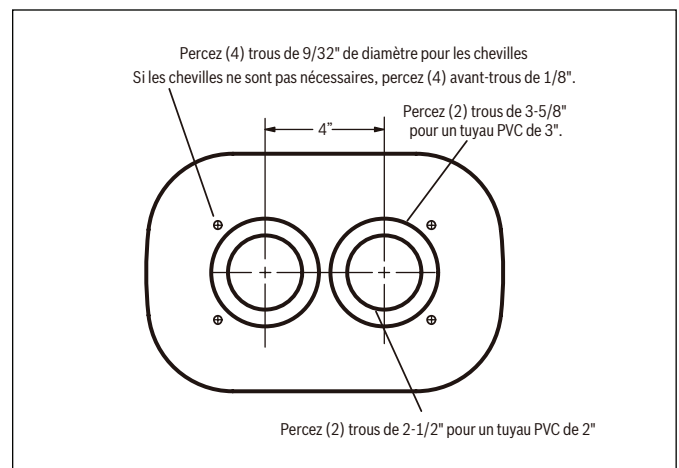
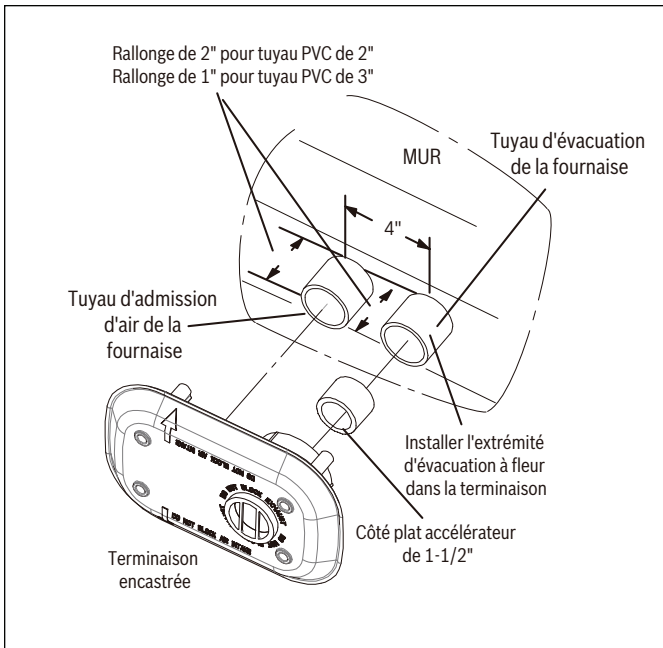
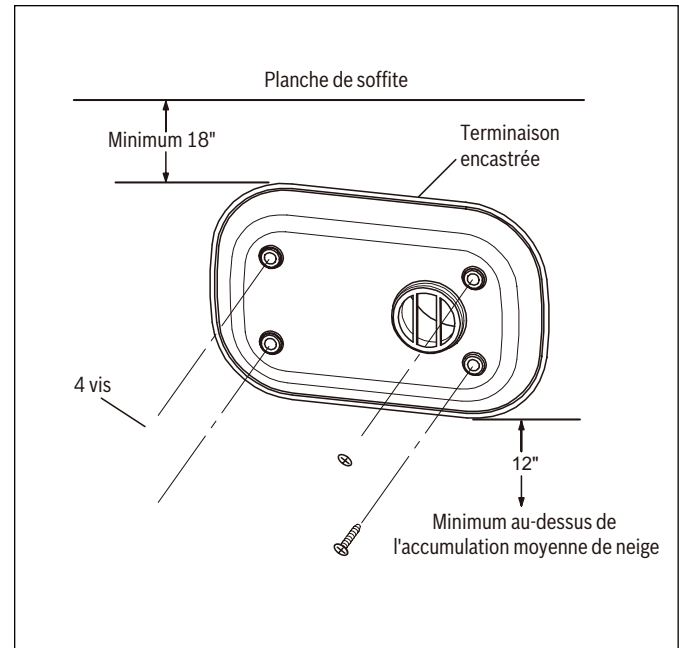
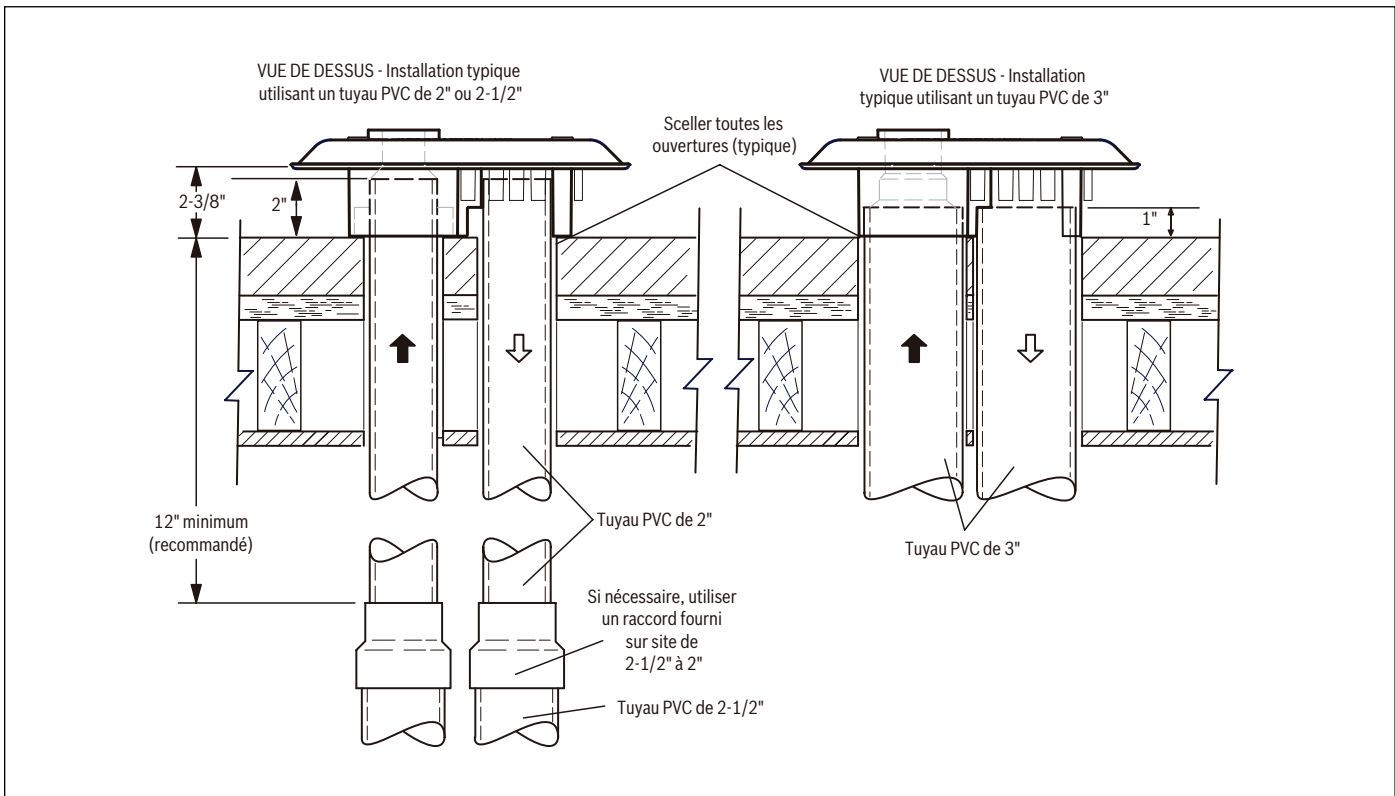

Figure 37 Modèle de montage
Figure 38
Figure 40
Figure 39 Installation typique
- En utilisant le gabarit comme guide, percez deux trous de 3-5/8 po pour un tuyau en PVC de 3 po ou deux trous de 2-1/2 po pour un tuyau en PVC de 2 po et un tuyau en PVC de 2-1/2 po. Pour les installations en PVC de 2-1/2 po, passez au PVC de 2 po et installez-le dans un montage encastré comme indiqué sur la Fig.39. Ne pas varier du modèle. Toutes les dimensions sont critiques. Il doit y avoir une ligne centrale de 4 po pour un tuyau de 3 po ou un tuyau de 2 po. Voir Fig.37.
- Lorsque vous déterminez la longueur du tuyau, incluez la longueur des tuyaux d'échappement et d'admission qui s'étendent au-delà de la paroi et sont affleurants dans la terminaison encastrée. Pour un tuyau de 3 po, ajoutez un pouce supplémentaire à la longueur totale. Pour un tuyau de 2 po, ajoutez 2 po supplémentaires à la longueur totale. Voir Fig. 38.
- L'accélérateur de 1-1/2 po doit être utilisé pour toutes les installations d'unités. Insérez complètement et collez l'accélérateur (côté plat en premier) dans l'ouverture d'échappement de 2 po. Voir Fig.38.
- Installez le tuyau d'admission et le tuyau d'échappement à travers les trous percés à l'étape 4 et dans la terminaison de montage encastré. Le tuyau d'échappement peut être collé mais ce n'est pas nécessaire. Voir Fig.38. Scellez toutes les ouvertures comme indiqué sur la Fig.39.
- Fixez la terminaison encastrée au mur à l'aide des vis et des ancrages fournis ou des vis fournies sur le terrain, le cas échéant. Voir Fig.40. La terminaison doit être alignée contre le mur comme indiqué sur la Fig.39